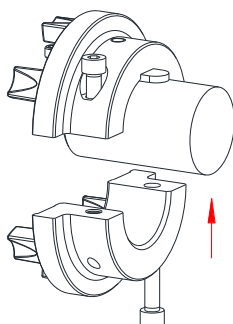

Figura 10
- Posicione a meia concha inferior da parte dos cames por baixo do veio (ver figura 10) com o parafuso de cabeça cilíndrica inserido na meia concha superior. Aparafuse os parafusos de cabeça cilíndrica, efetuando alguns passos de rosca.